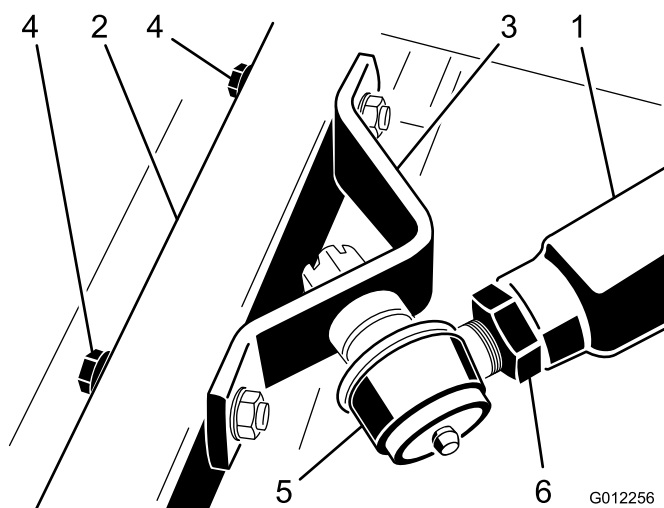

Figura 20
5. Fatevi aiutare da un'altra persona ad abbassare il braccio di spinta destro mentre rimuovete viti a testa cilindrica, rondelle piane e dadi di bloccaggio che fissano il supporto del giunto sferico al braccio della ruota orientabile (Figura 20). La persona che vi assiste può spostare il braccio di spinta verso l'alto con cautela, rilasciando gradualmente i 45 kg di carico della molla.
3. Con l'aiuto di un'altra persona, spingete con cautela il braccio di spinta destro verso il basso in modo che i fori del supporto del giunto sferico siano allineati con quelli del braccio delle ruote orientabili (Figura 20).